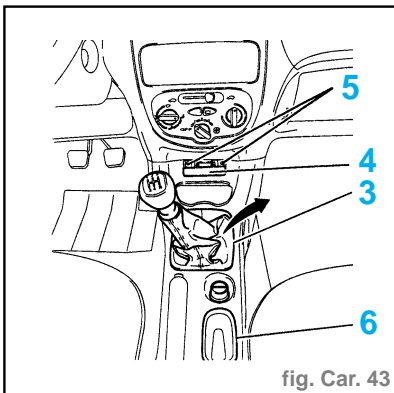

fig. Car. 43
- A l'aide d'une spatule, dégrafer (fig. Car. 43) :
- l'ensemble coiffe levier de vitesses (3)
- le cache (4)
- la boîte à monnaie (6)
- les fixations (5)